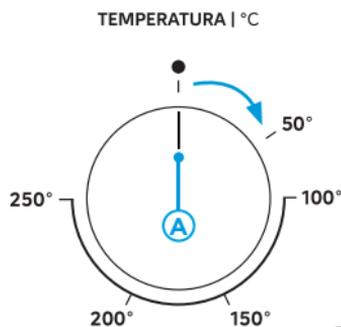

Fig. 4
2. Gire o botão de temperatura para a direita até o indicador chegar na temperatura desejada ("A" - Fig. 4).